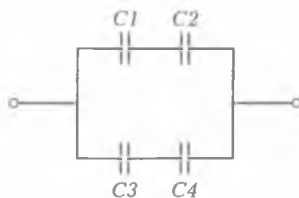

Рис. 1.9. Схема смешанного соединения конденсаторов
**Смешанное соединение конденсаторов.** Такое соединение конденсаторов представляет собой совокупность последовательного и параллельного соединений (рис. 1.9). Его применяют в том случае, когда необходимо использовать положительные свойства последовательного и параллельного соединений конденсаторов.
Рабочее напряжение конденсаторов меньше напряжения цепи в два раза, поэтому конденсаторы необходимо соединить последовательно (см. рис. 1.9). При этом напряжение на каждом конденсаторе будет составлять 300 В, а эквивалентная емкость  $C'_{\text{экв}} = 1$  мкФ: